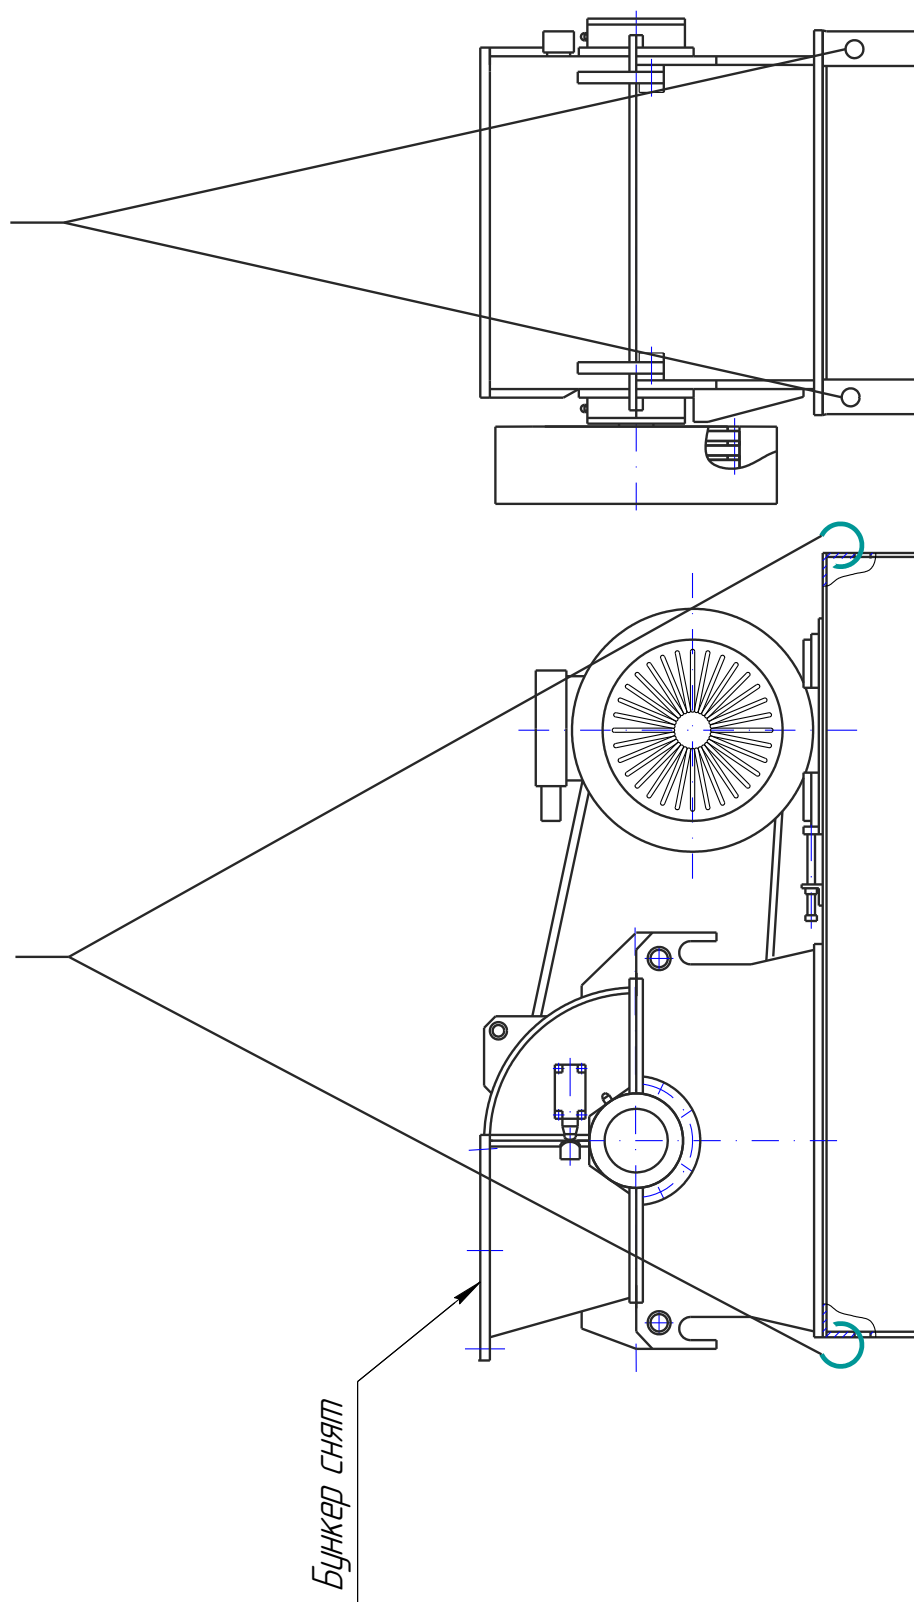

Рис.3 Схема строповки.
2.2.1 Дробилка должна эксплуатироваться в сухом, отапливаемом и вентилируемом помещении, оборудованном подъёмно-транспортным устройством, грузоподъёмностью не менее 1000 кг. Схема строповки дробилки показана на рис. 3.